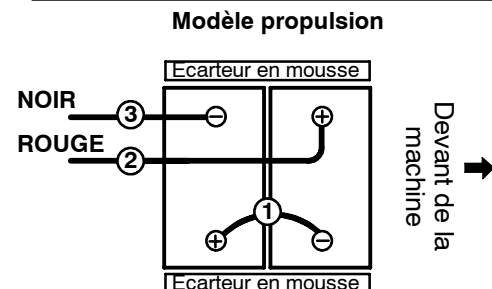

FIG. 2
3. Placez avec précaution les batteries dans le chariot du compartiment de batteries et disposez les cosses des batteries comme illustré (Figure 2). Insérez les deux écarteurs en mousse près des batteries, comme illustré.